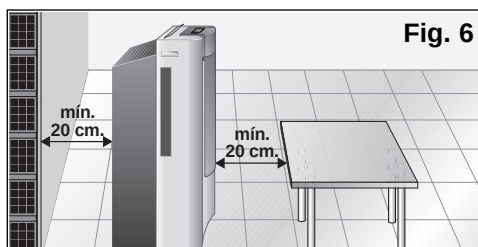

Fig. 6
- ☐ Por seguridad antes de conectar su equipo es necesario que esté separado al menos 20 cm de cualquier superficie cercana, **Fig. 6**.